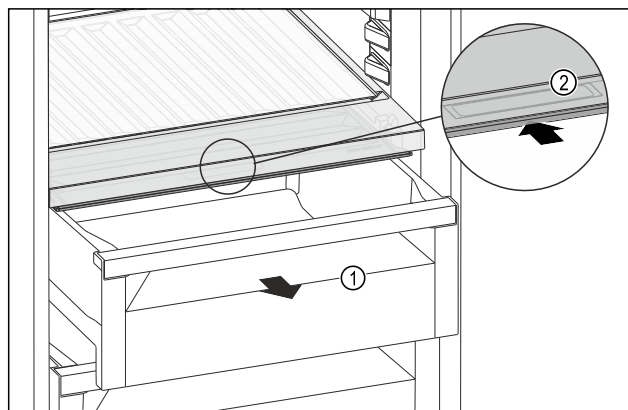

Fig. 119
- Retirer le tiroir Fig. 119 (1).
- Saisir la poignée encastrée Fig. 119 (2) du couvercle du compartiment et pousser le couvercle du compartiment vers l'arrière.